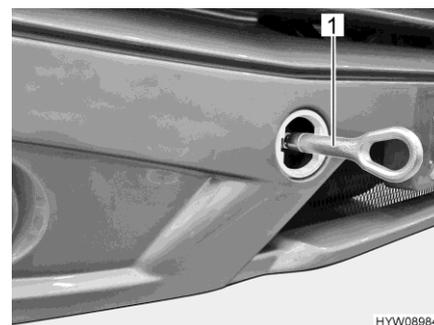

Fig. 29 Argolla de remolque (montada)
- Montar la argolla de remolque (Fig. 29,1) conforme a las indicaciones en las instrucciones de funcionamiento del vehículo básico.